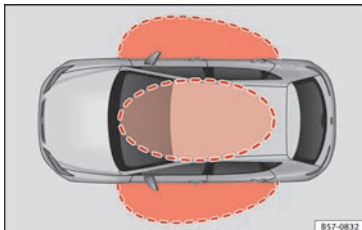
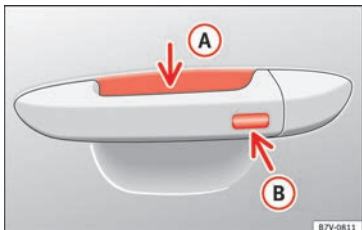

Bild 130 Keyless Access-system för låsning och tändning: I närheten av bilen
Bild 131 Keyless Access-system för låsning och tändning: sensoryta **A** för upplåsning på dörrhandtagets insida och sensoryta **B** för låsning på handtagets utsida
Keyless Access är ett nyckelfritt lås- och tändningssystem för att låsa upp och låsa bilen utan att aktivt använda nyckeln. Allt som behövs för detta är att en giltig bilnyckel befinner sig nära bilen » **bild 130** och att någon av sensorytorna på dörrhandtagen vidrörs » **bild 131** » **!**.
Om en giltig nyckel finns nära bilen » **bild 130**, ger lås- och tändningssystemet Keyless Access åtkomst för nyckeln när någon av sensorytorna på dörrhandtagen vidrörs. Följande funktioner finns då tillgängliga utan att man behöver använda bilnyckeln aktivt:
- Ta i framdörrens handtag. När du gör detta vidrörs sensorytan » **bild 131** **A** (pil) på handtaget och bilen låses upp.
När bilen är låst låses bakluckan upp automatiskt när den öppnas om det finns en giltig bilnyckel i närheten » **bild 130**.
För att **stänga** alla elektriska fönster och glas-taket **med komfortfunktion**, håll ett finger några sekunder på låssensorns yta » **bild 131** **(B)** (pil) på dörrhandtaget tills fönstren och taket har stängts.